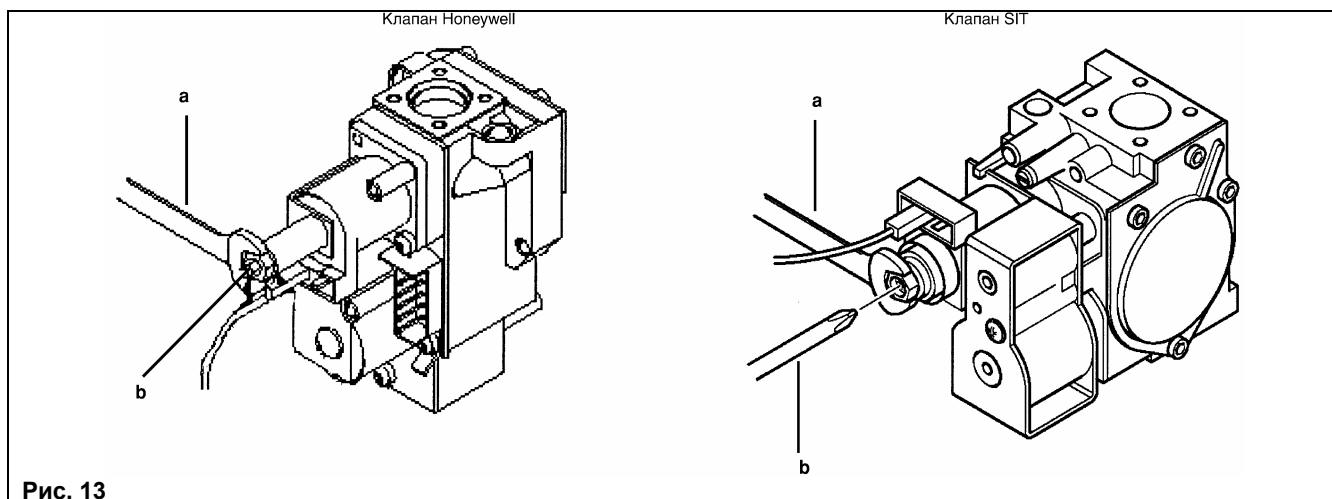

Рис. 13
- Проверить давление газа на горелке согласно таблице 2 для соответствующей модели котла и соответствующего типа газа. При необходимости снять крышку модулятора (позиция 4, рис.12) и поворачивать латунный винт ключом **a** (ключ **a**, рис.13) до достижения давления, указанного в таблице 1 для соответствующей модели котла и соответствующего типа газа.
- Отсоединить провод питания модулятора. Котел перейдет в режим минимальной мощности. Проверить давление газа на горелке согласно таблице 1 для соответствующей модели котла и соответствующего типа газа. При необходимости и поворачивать винт (поз. **b**, рис.13) до достижения давления, указанного в таблице 1 для соответствующей модели котла и соответствующего типа газа.
| <p>Положение «OFF» приведенных ниже переключателей обозначает: GPL режим работы котла на природном газе (метане) T-off минимальное время между двумя включениями котла по контуру отопления составляет 3 мин.</p> |  <p>Рис. 13а</p> |
| <p>Положение «ON» приведенных ниже переключателей обозначает: GPL режим работы котла на сжиженном газе T-off минимальное время между двумя включениями котла по контуру отопления составляет 10 секунд</p>        |  <p>Рис. 13б</p> |